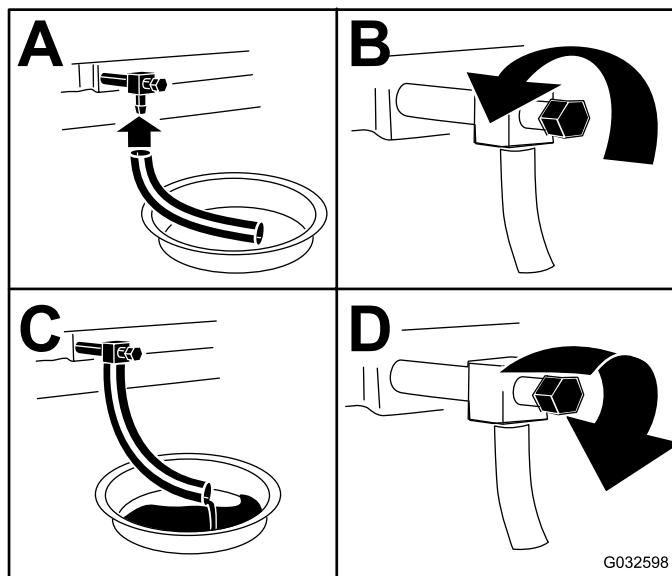

Figura 40
4. Cambiate l'olio motore come mostrato in Figura 40.